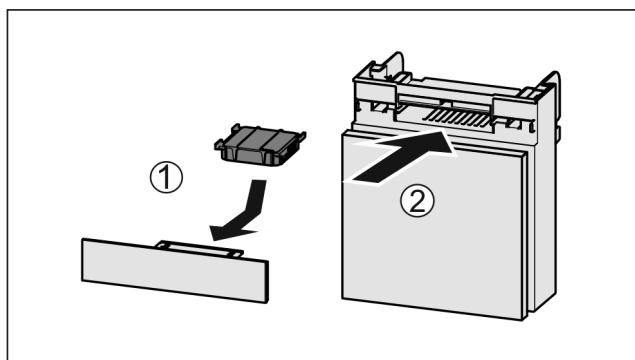

Fig. 77
- ▶ Insérer le filtre à charbon actif d'après le schéma Fig. 77 (1).
- ▶ Insérer le compartiment Fig. 77 (2).